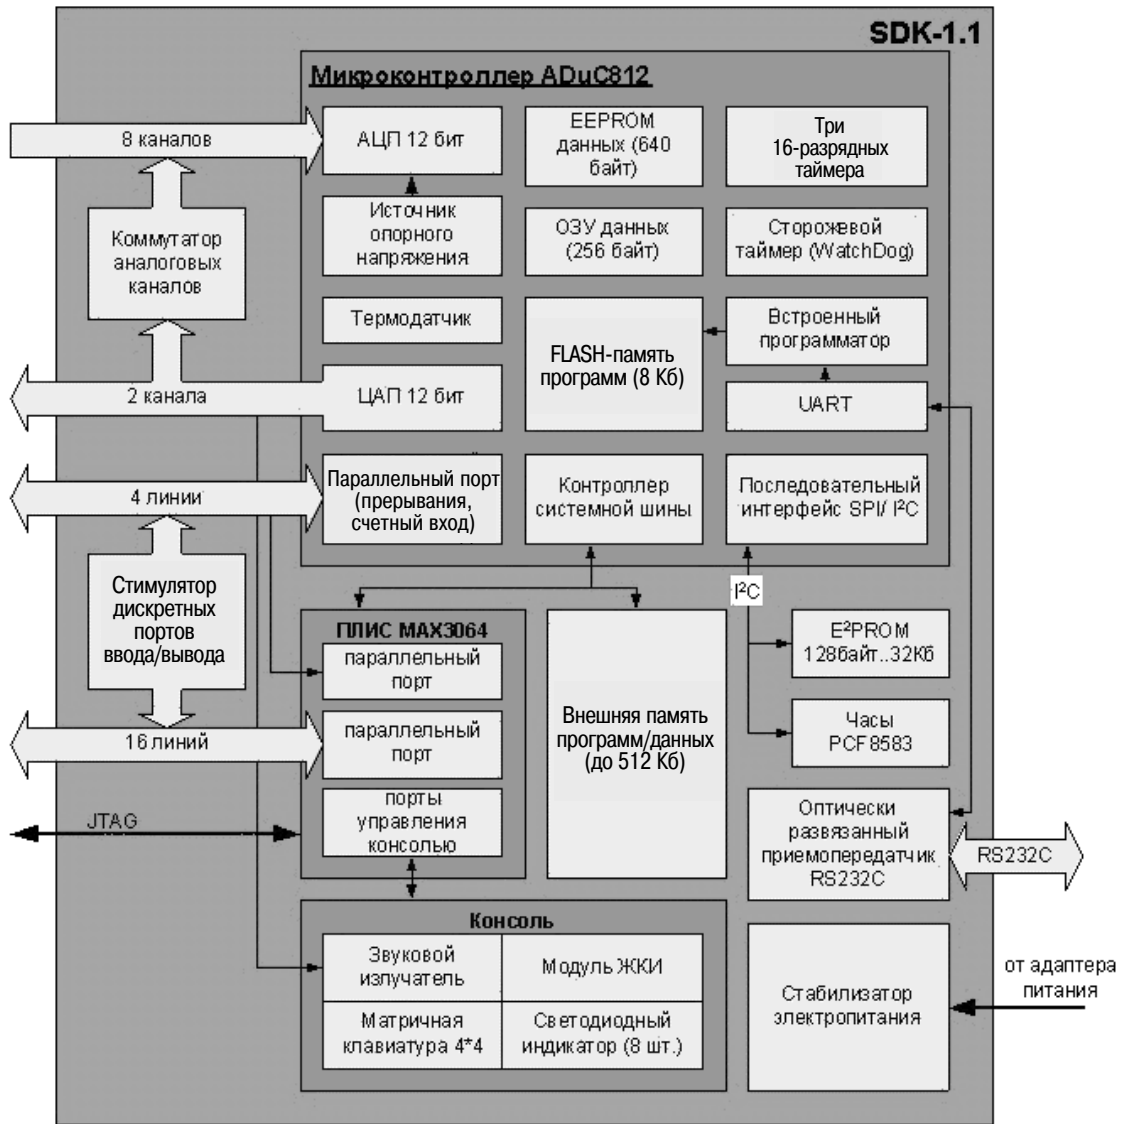

Рис. 2. Лабораторный стенд SDK-1.1
1. Лабораторный стенд SDK-1.1 (рис. 2), включающий: